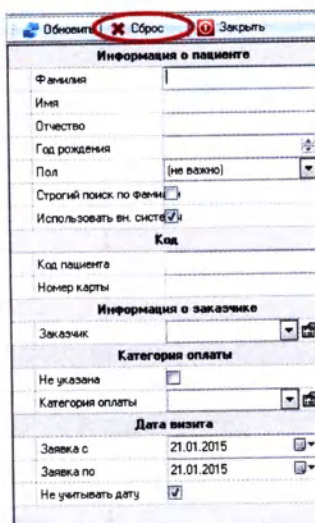

Рисунок 2.20
3. Очистите фильтр поиска. Для этого нажмите клавиши **CTRL+ALT+C** или нажмите кнопку «Сброс» (Рисунок 2.20):